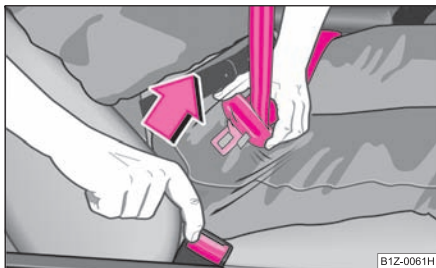

Fig. 114 Retirar la lengüeta del cierre del cinturón
- Pulse la tecla roja situada en el cierre del cinturón ⇒ fig. 114. La lengüeta salta fuera impulsada por un resorte.